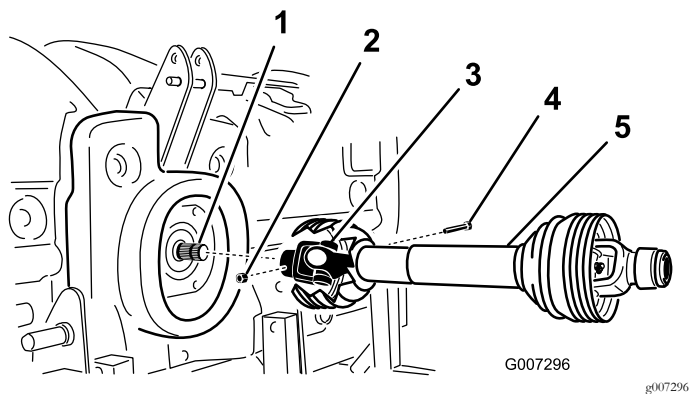

Figure 11
2. Accouplez l'arbre de PDF à l'arbre d'entrée de la boîte d'engrenages au moyen d'un boulon (1/2 x 3 po) et d'un écrou (1/2 po) (Figure 11).